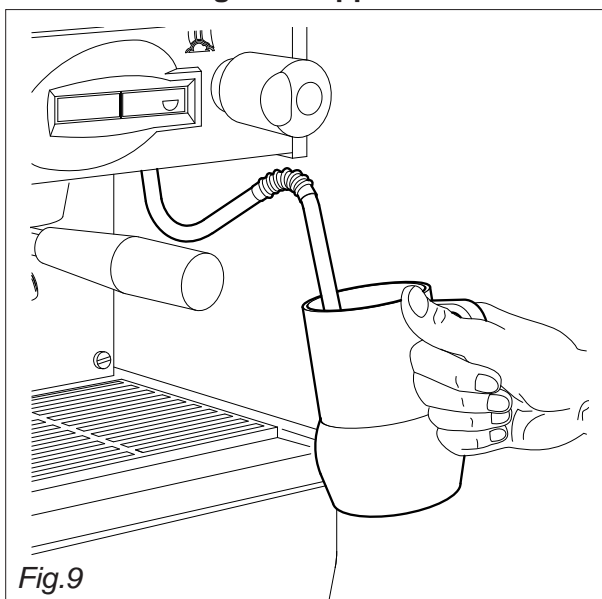

Fig.9
8.2. Zubereitung von Cappuccino Abb.9